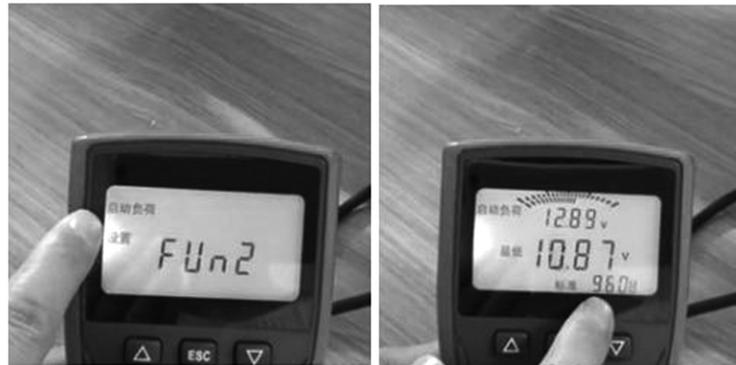

图1-1-8 测试蓄电池起动电压操作过程
- (1) 关闭汽车所有用电设备。
- (2) 蓄电池测试仪红色夹子连接在蓄电池正极，黑色夹子连接至蓄电池负极。
- (3) 如图1-1-8所示，在主界面选择“起动负荷”，按“ENTER”键进入测试界面，起动发动机，智能蓄电池测试仪会自动记录起动时蓄电池的最低电压，记录屏幕显示测试结果。